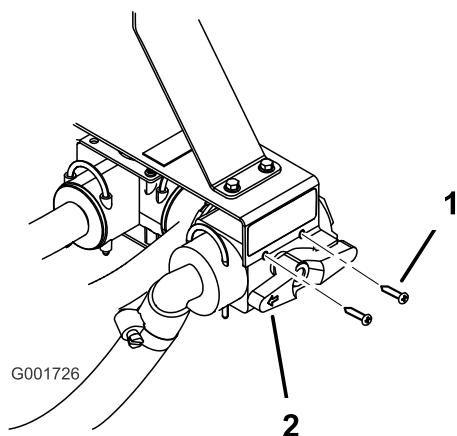

Figura 13
10. Sujete la válvula de control nueva al soporte usando dos tornillos (Figura 13).